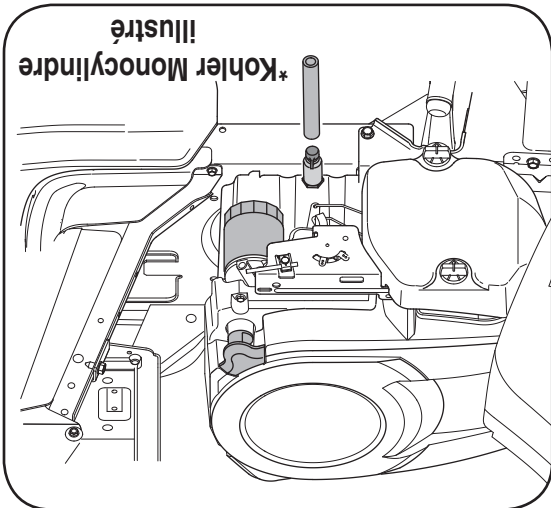

Figure 6-1
1. Soulevez le capuchon de protection à l'extrémité de la soupape de vidange de l'huile pour exposer l'orifice de vidange. Voir la Figure 6-1.